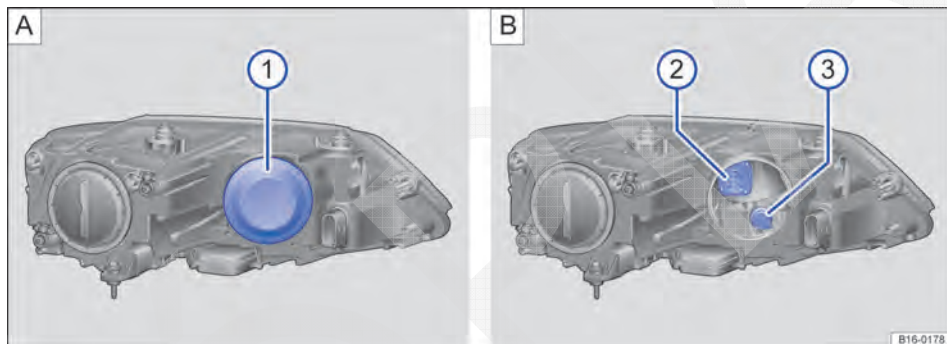

Fig. 222 No compartimento do motor: ① cobertura no farol dianteiro esquerdo, ② farol de conversão, ③ lanterna dos indicadores de direção.
3.	Remover a cobertura de borracha ⇒ Fig. 222 ① na parte traseira do farol.
4.	Girar o suporte da lâmpada ② ou ③ respectivamente até o batente no sentido anti-horário e retirar com a lâmpada incandescente para trás.
7.	Instalar a cobertura de borracha ①.